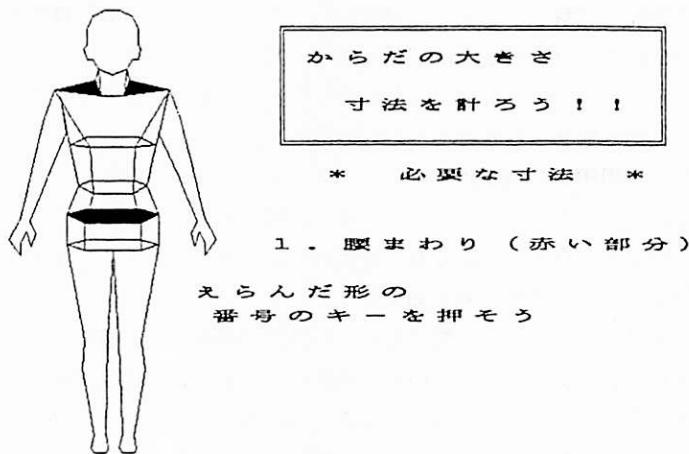
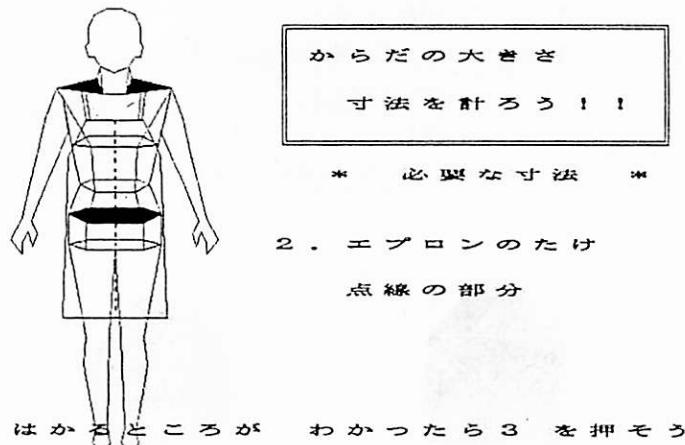
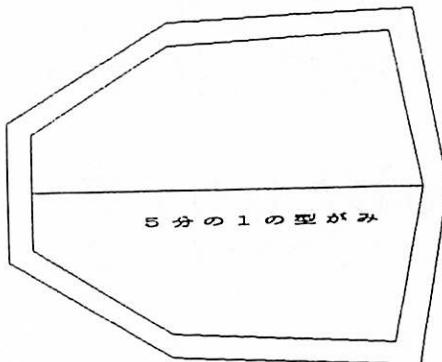
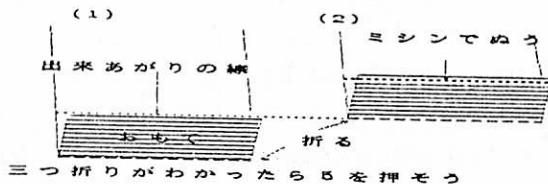

図2
図3
図4
図5
- ③ 身体の大きさを知るため、寸法をはかる部位を知る。(図2、図3)
- ④ 作るエプロンの形と大きさを決める。
- ⑤ 縮小した型紙を描く。(図4)
- ⑥ 縮小型紙を切取り、三つ折りの練習をする。
- ⑦ 縫いしろを三つ折りすることを知る。(図5)
- ⑧ 布地の裁ち方を知る。